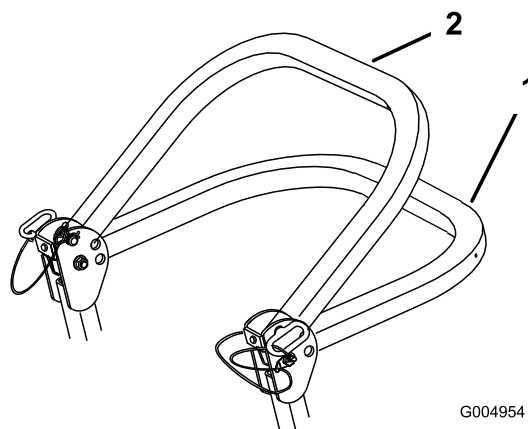

Figure 7
2. Descendez l'arceau de sécurité à la position abaissée. La position abaissée est à 2 niveaux. Voir Figure 7 pour les positions.